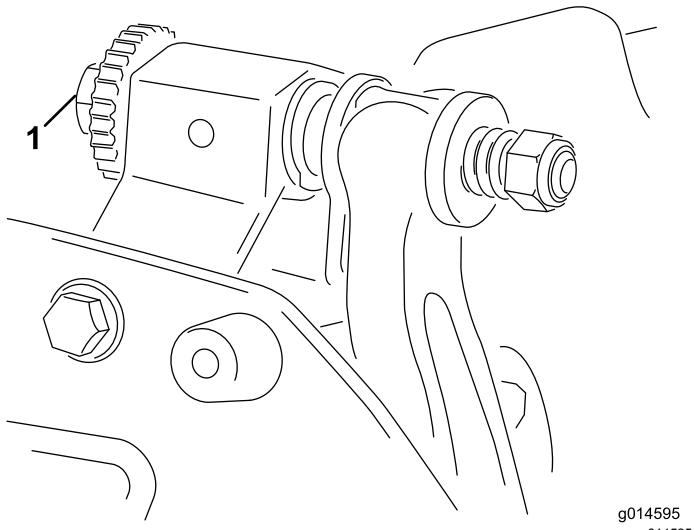

Figura 4
- Coloque la máquina en una superficie de trabajo plana y nivelada. Asegúrese de eliminar el contacto con el molinete girando los tornillos de ajuste de la barra de asiento en el sentido contrario a las agujas del reloj (Figura 4).